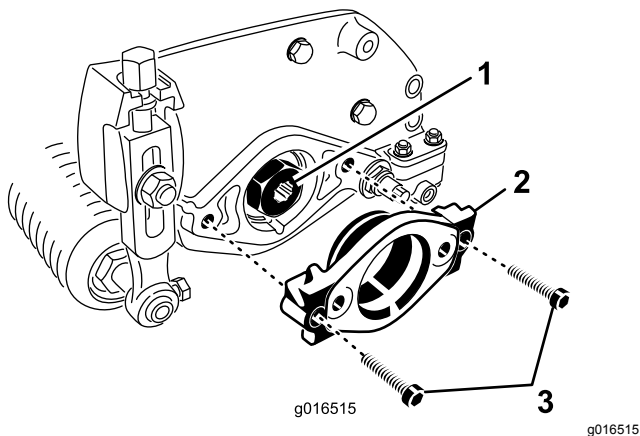

Figura 8
2. Remova os dois parafusos de cabeça allen que prendem a montagem do motor à extremidade esquerda da unidade de corte. Remova a montagem do motor (Figura 8).
3. Aplique massa lubrificante no diâmetro interior do veio de saída da transmissão (Figura 8).
4. No lado esquerdo da unidade de corte, aplique uma leve camada de óleo no anel de retenção e instale a montagem do motor com os dois parafusos de cabeça Allen previamente removidos (Figura 8). Aperte os parafusos com uma força de 16 a 20 N·m.